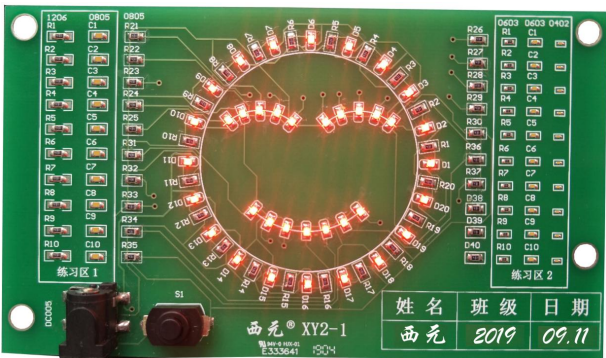
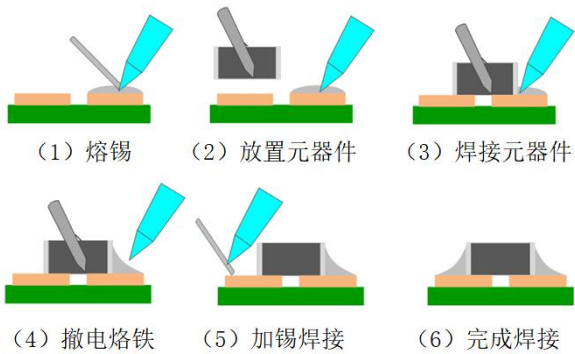

图 21 中级板产品实物照片
图 22 贴片元器件焊接步骤
2) 中级板型号为 XY2-1，长 125mm，宽 83mm，如图 21 所示。中级板主要为贴片元器件焊接训练，包括左右两边的基本焊接技能训练区、中间实战焊接区。基本焊接技能训练区设计有 4 类元器件焊盘，封装尺寸从大到小为 1206、0805、0603、0402，逐渐提高焊接技能。实战焊接区设计为“笑脸”样式，直观可视化显示焊接效果。中级板焊接主要掌握贴片元器件焊接、拆卸等技能，步骤如图 22 所示。